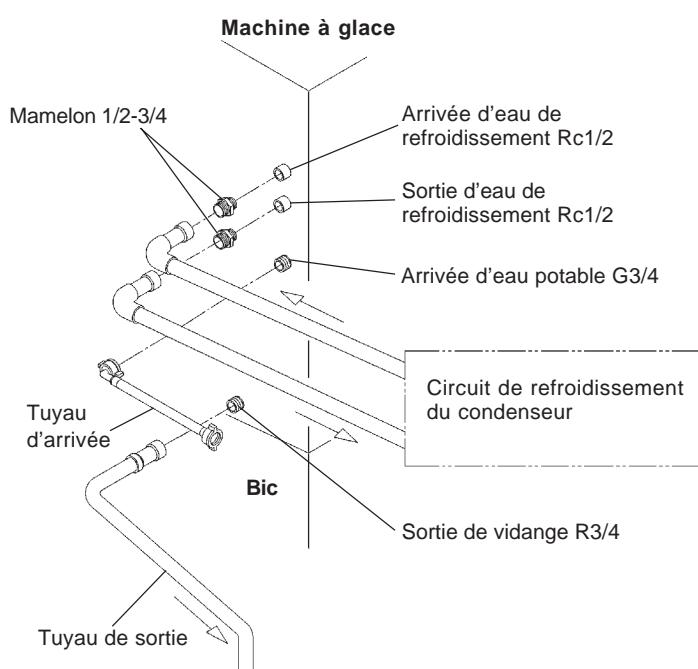

Fig. 9
[a] Branchements standard conformes aux réglementations WRC au Royaume-Uni (Fig. 9 et 10)
3) Raccorder le tuyau gris de vidange (accessoire) au raccord R3/4 à l'arrière de la machine à glace comme indiqué (Fig. 9), en contrôlant le placement correct de la rondelle d'étanchéité en caoutchouc avant de serrer le joint manuellement. Ce tuyau peut être coupé à la longueur voulue en fonction de la position de vidange principale.
5) Raccorder le circuit de refroidissement du condenseur à l'extrémité libre des mamelons 1/2-3/4 comme indiqué (Fig. 9) à l'aide d'un tuyau rigide adapté. Utiliser du ruban PTFE et/ou du mastic d'étanchéité adéquat pour former un joint étanche.